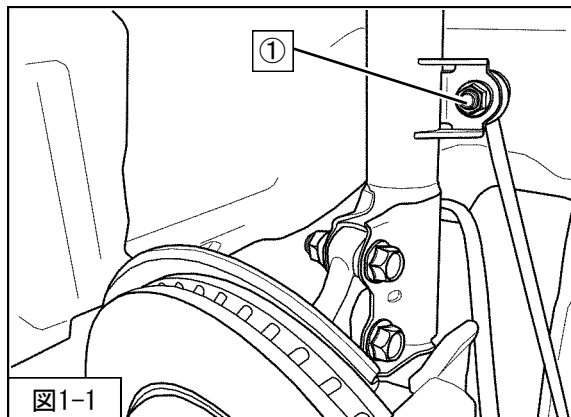

図1-1
2. ①スタビライザリンク取付ナットを取外してください。（図1-1）